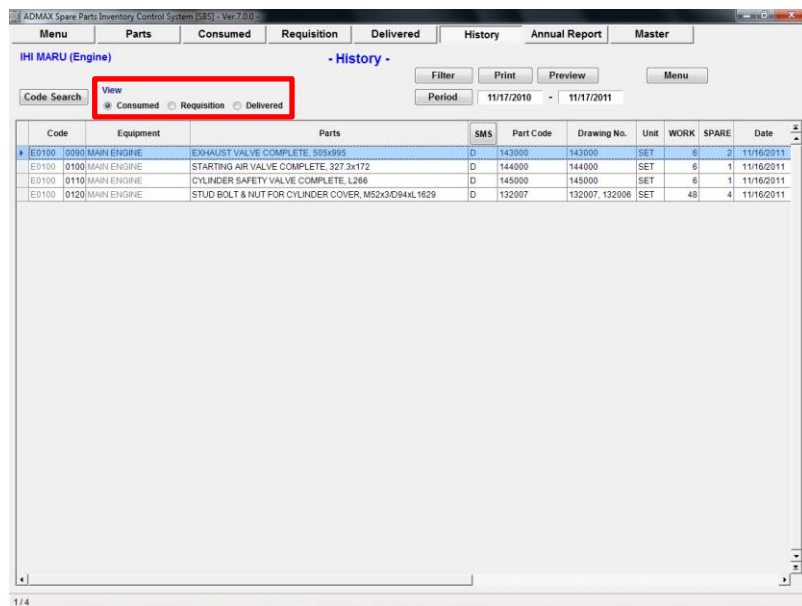

図 9.2 History (Consumed Parts)
2. “History (Consumed Parts) Screen ”が表示されます。(図.9-2)